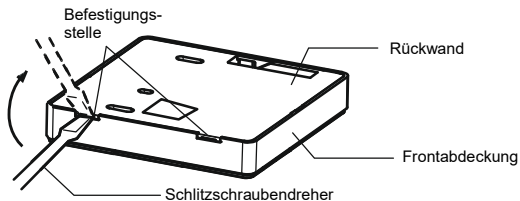

Abb. 2
1. Stecken Sie einen Schlitzschraubendreher in die rückseitige Befestigung der Kabel-Fernbedienung. Heben Sie den Controller an, um die Rückwand abzuhebeln. (Achten Sie auf die richtige Richtung beim Heben. Durch falsches Heben wird die Rückwand beschädigt!) (Siehe Abb. 2.)